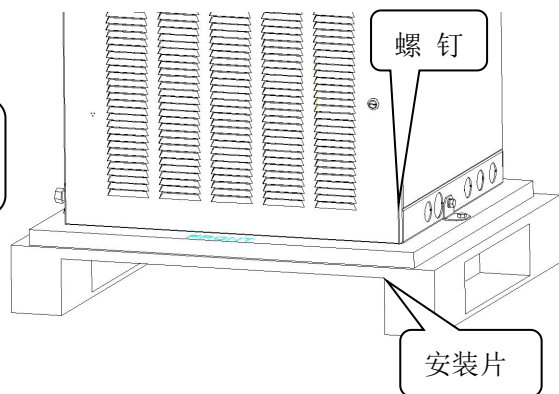

图 2.1.4 拆除安装片
- (4) 用螺丝刀将空调底部两侧的安装片上的螺钉拧下，拆除 2 个安装片，如图 2.1.4 所示。
- (5) 拆除安装片后，由 2 名以上经过培训的人员将机组移至安装地点。